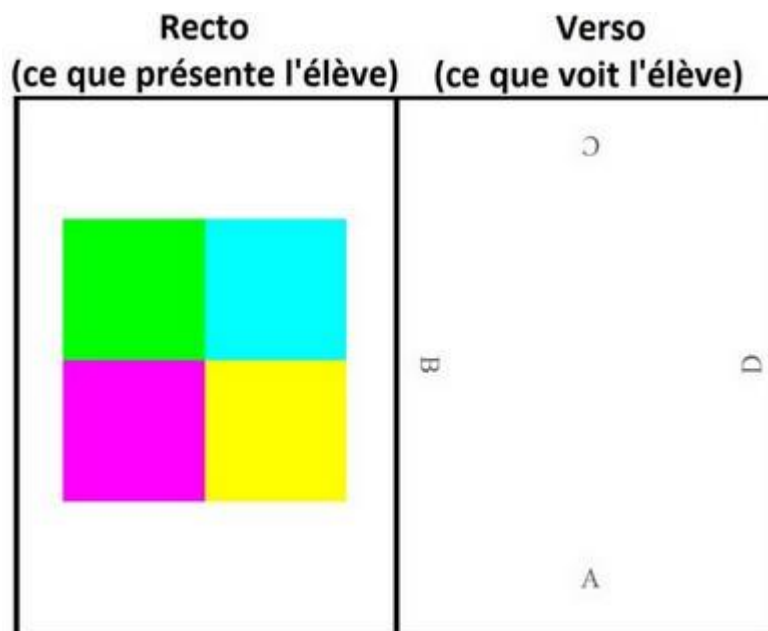

Figure 1 : Exemple de feuille utilisée par VotAR. Dans cet exemple, l'élève souhaite répondre A
- 3) L'auditoire répond à la question en tournant la feuille jusqu'à voir la lettre correspondante à l'endroit. La partie colorée est affichée vers l'enseignant (voir Figure 1 et 2).